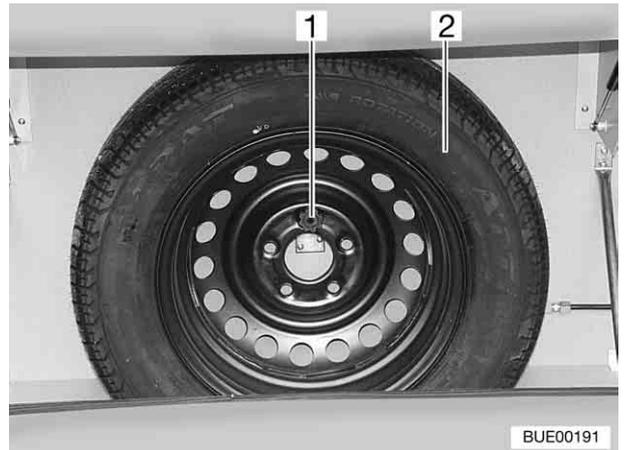

Bild 208 Ersatzrad-Halterung
Die Ersatzrad-Halterung ist serienmäßig im Gaskasten angebracht. Das Ersatzrad (Bild 208,2) ist gegen Aufpreis erhältlich.
- Schraube (Bild 208,1) lösen.
- Ersatzrad (Bild 208,2) entnehmen.